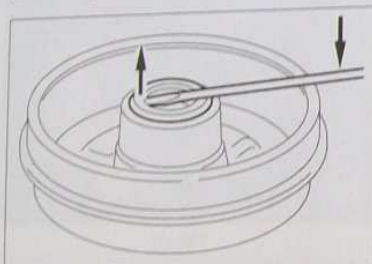

FIG. 14
- la bague d'étanchéité avec la cible, en faisant lever à l'aide d'un tournevis depuis l'intérieur du tambour (Fig.14).